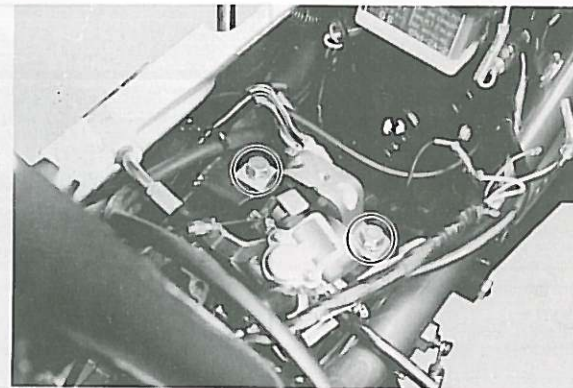

Fig. 3-5-2
3. Install the under cover stay with the round cut on the rear side. (Fig. 3-5-2)
3. Installer le support du blindage inférieur côté arrondi vers l'arrière. (Fig. 3-5-2)
3. Stütze der unterseitigen Abdeckung anbringen, wobei der runde Ausschnitt nach hinten gerichtet sein muß. (Fig. 3-5-2)